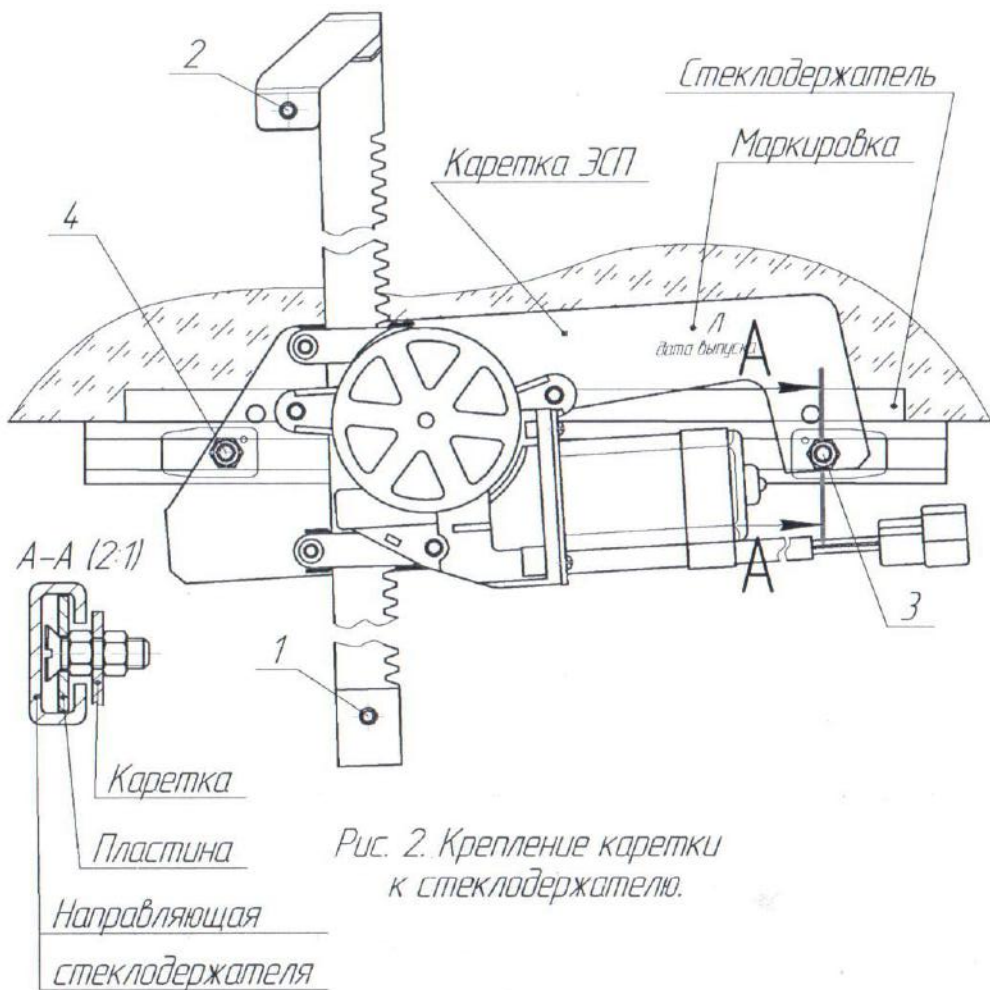

Рис. 2. Крепление каретки к стеклодержателю.
6.5.5. Оттягивая ЭСП на себя и перемещая пластины по направляющей стеклодержателя, совместить пластины с отверстиями «3,4» (см. рис. 2) на каретке, закрепить гайками М6 (из комплекта монтажных и крепежных деталей).